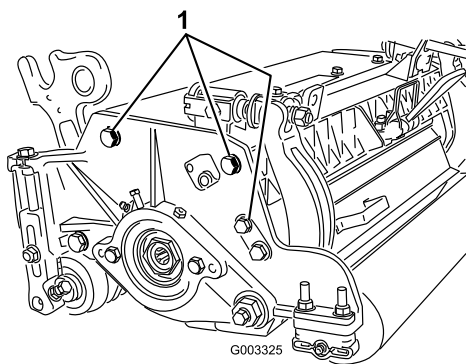

图15
**注意：** 后滚筒相对滚刀的位置通过组装部件的加工公差进行控制、无需调节平行。将滚刀组放在平板上并松开侧板安装螺栓，可以进行轻微的调节（图15）。调节并紧固螺栓。上紧螺栓扭矩至 37~45N·m。